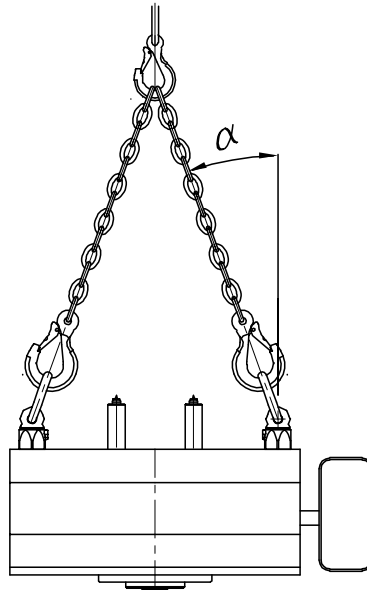

Abbildung 12: (z362-04) Anheben einer Last über 2 Anschlagpunkte, verteilt auf 2 gleichmäßig belastete, aber geneigte Stränge (Beispiel: liegende Kalte Seite)
- Die Last wird auf 2 gleichmäßig belastete, aber geneigte Stränge verteilt (siehe Abb. 12). Hierbei muss entsprechend dem Neigungswinkel α eine Reduktion der Maximallast stattfinden (siehe Tab. 7).